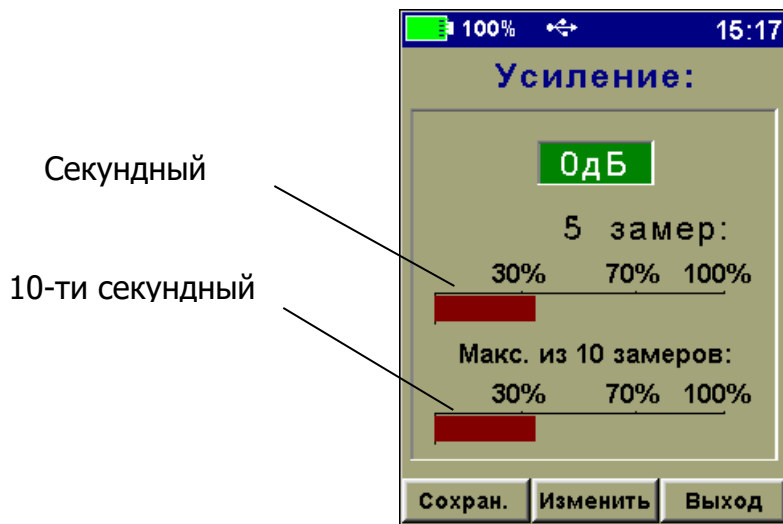

Рисунок 22
- по двум линейным индикаторам (рис. 22, секундный-обновляется каждую секунду, 10-секундный – обновление каждые 10 секунд) оценить максимум сигнала, который должен находиться в 30-70% зоне от верхнего предела выбранного диапазона;